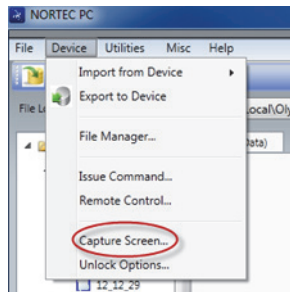

図 6-6 NORTEC PC デバイスマニュー
3. **Device**（デバイス）メニューで、**Capture Screen**（画面の取り込み）を選択します（309 ページの図 6-6 を参照）。